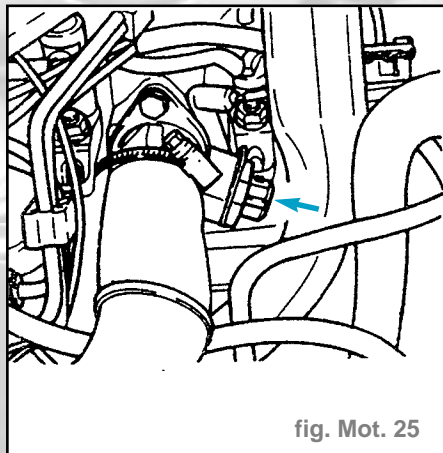

fig. Mot. 25
- Débrancher la fiche de raccordement du transmetteur de température de liquide de refroidissement (fig. Mot. 25).